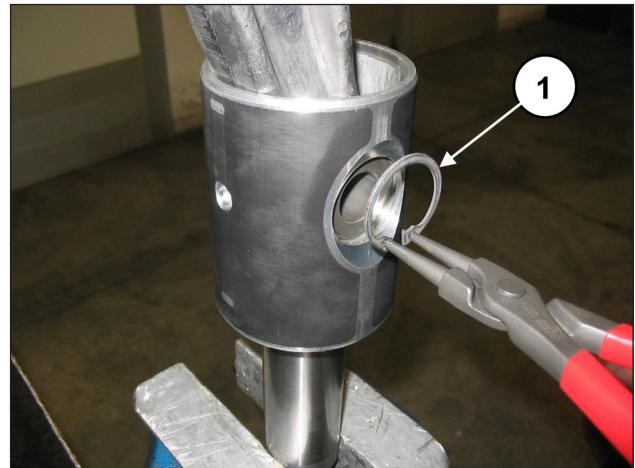

图 35
拆除两个销子锁定开口环，可使用专用工具(位置①，图 35)。
将连杆插入活塞导承(①，图 37)，接着插入销子(①，图 36)。安装两个止挡开口环，可使用专用工具(位置① – 图 35)。